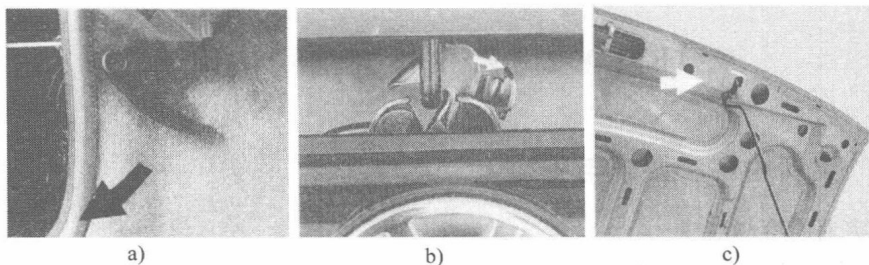

图 0-5 发动机舱盖开启
(2) 发动机舱盖开闭 以上海桑塔纳 2000GSI 汽车为例 (见图 0-5):